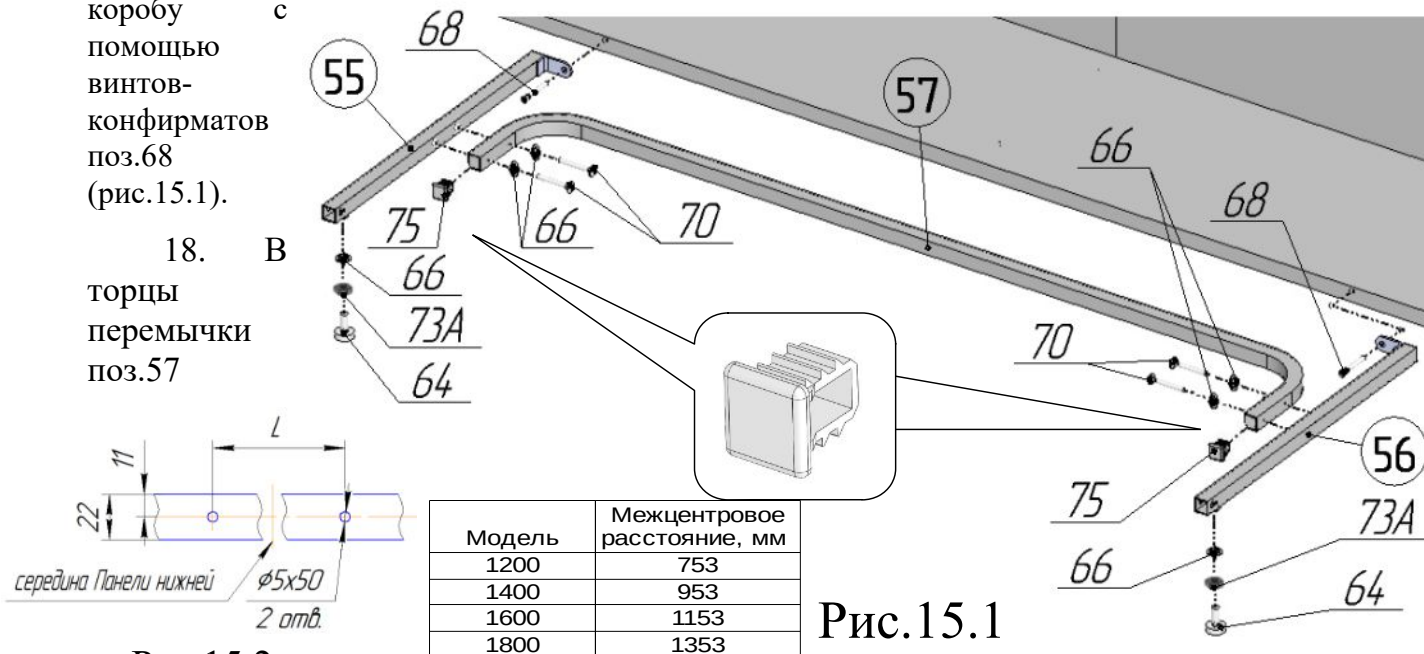

Рис.15.2
17. В торцы перемычки поз.57 вставить заглушки 20x20 поз.75в соответствии с рис.15.1 . К перемычке поз.57 присоединить упоры поз.55 и поз.56, используя винты М6х35 поз.70 и шайбы стопорные поз.66 в соответствии с рисунком 15.1. Во встроенные гайки упоров поз.55,56 ввернуть ножки поз.64, предварительно навинтив на них гайки М8 ГОСТ поз.73А и надев на стержни ножек шайбы стопорные поз.66. Просверлить в панели нижней поз.43 отверстия $\phi 5 \times 50$ с координатами в соответствии с рис.15.2 и таблицей. Присоединить собранную конструкцию к коробу